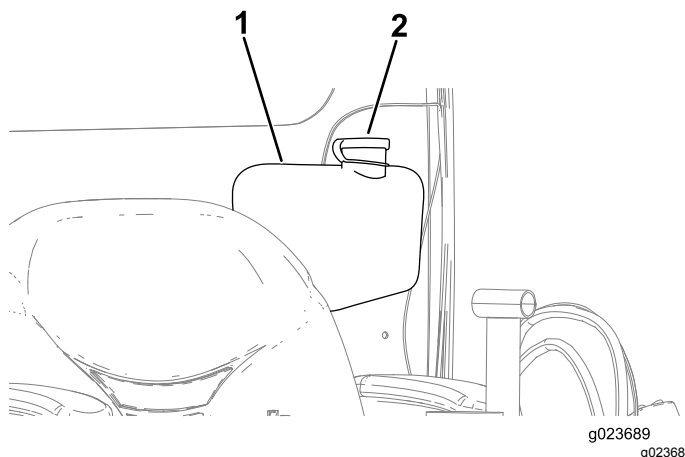

Figura 134
2. Abra a tampa do reservatório do lavador do para-brisa (Figura 134).
3. Adicione fluido até encher o reservatório do lavador do para-brisa (Figura 134).
4. Feche a tampa do reservatório do lavador do para-brisa (Figura 134).